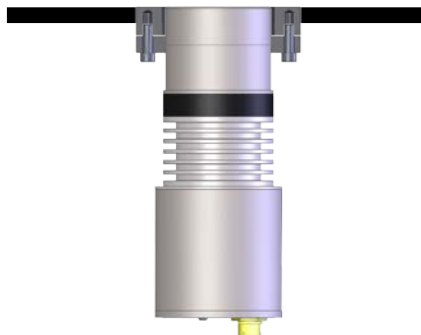

图24：暗装式传感器
5. 确认传感器与安装位置的内壁平齐（图 24）。如果传感器未能平齐，请调整卡圈位置。